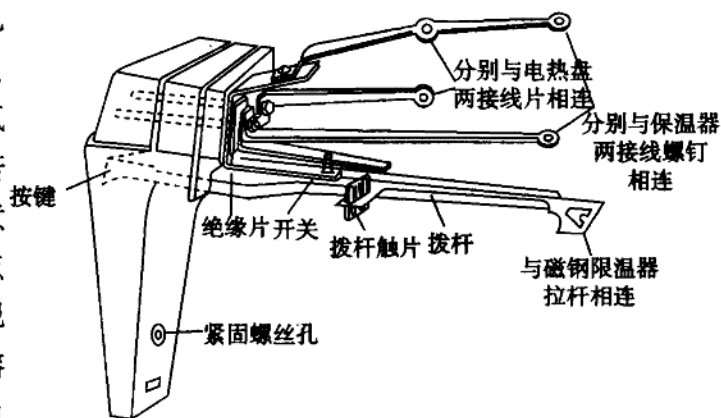

图 1-4-4 开关组件
图 1-4-4，观察开关的动、静触点表面是否氧化（氧化时呈暗黑色或焦黑），若氧化不导通会造成不能煮饭，可用细砂纸打磨触点至呈半圆形的银亮色。观察开关动、静触点是否熔结焊死，若熔结会造成电饭煲烧焦饭的故障。可用工具分开动、静触点，并用细砂纸打磨修复好。观察按键压下时，开关动、静触点是否接触良好；按键拨起时，开关动、静触点应能分开。若不正常，可用尖嘴钳夹持触点的弹簧片弯曲处的根部进行校正，校正后再检验直至正常为止。
(2) 按图 1-4-7，重点观察开关组件、保温器、磁钢限温器的位置和固定方式，特别观察开关组件各引线片的接法并做好记录（参见图 1-4-4），弄清电路走向。
(3) 观察电饭煲接地装置：从电热盘及接地铜片紧固螺丝→开关组件接地引线片→插座的金属接地簧片→电源线连接器的金属片→电源线插头的接地脚→市